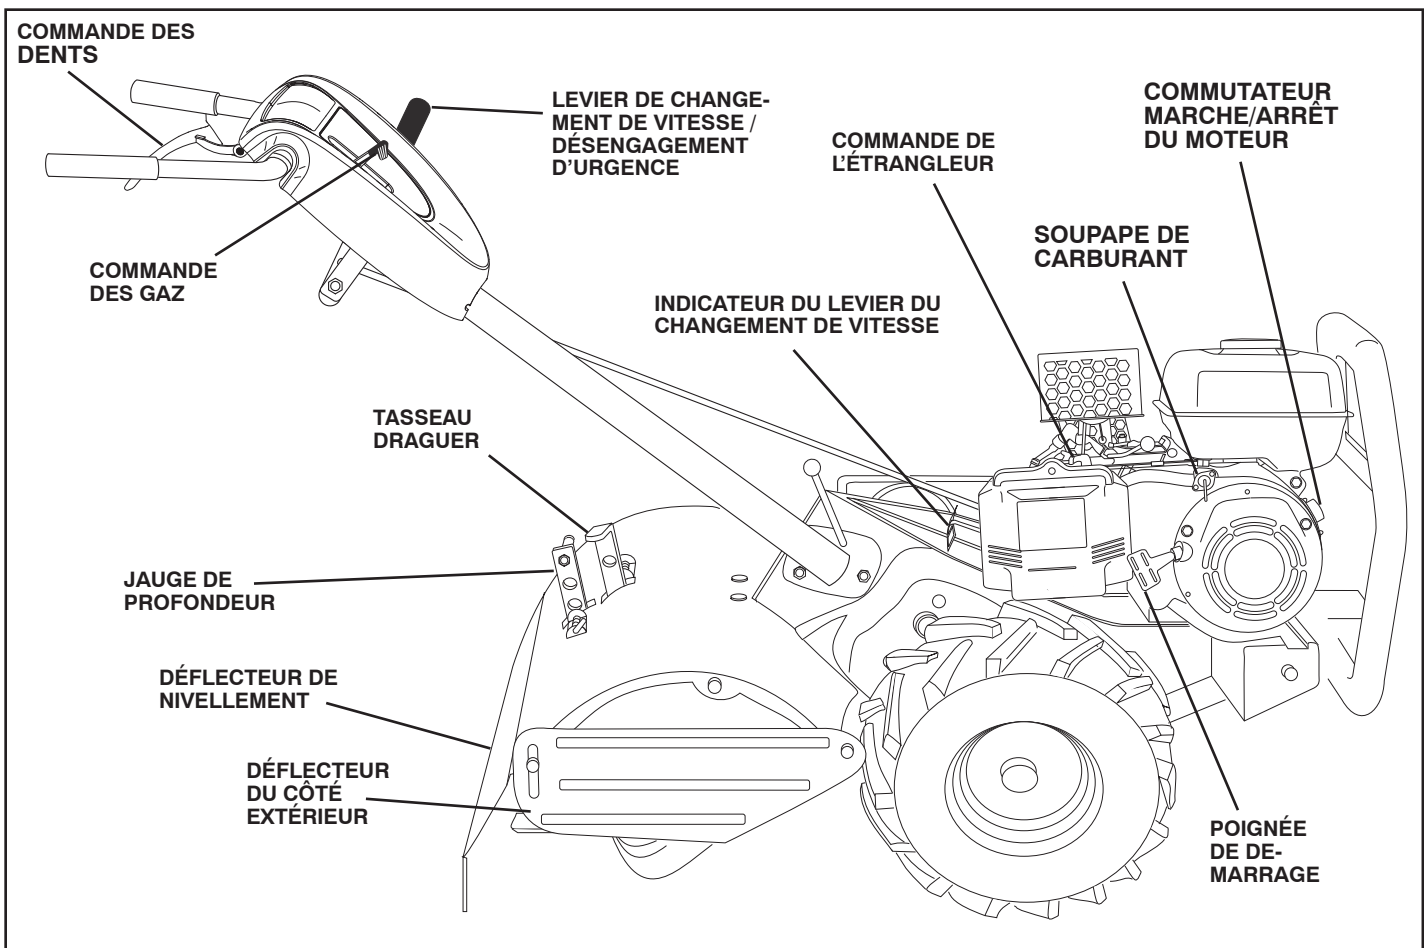

FIG. 7
- Assurez-vous que l'indicateur de levier de changement de vitesse est en position point mort ("N") (Voir la fig. 7).
Assurez-vous de connaître toutes les commandes avant d'ajouter l'essence, l'huile ou avant de démarrer le moteur. ARRÊT (Voir la fig. 7)